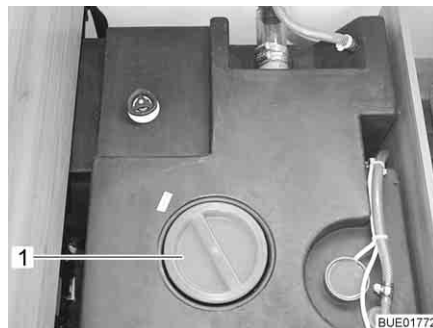

Fig. 179 Ouverture de nettoyage du réservoir d'eau
- Enlever le couvercle de fermeture (Fig. 179, 1) du réservoir d'eau.